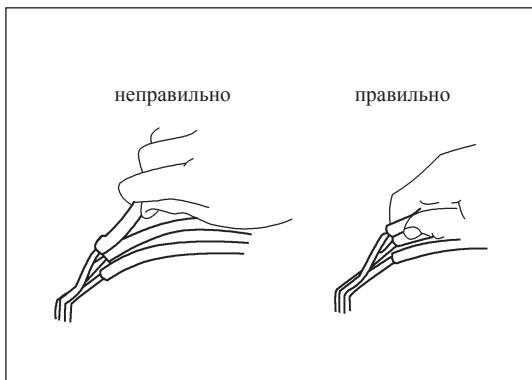

Рис. 1-3-4. Извлечение вакуумных трубок
- (1) Не имеющему специальной подготовки лицу запрещается снимать крышку открывать корпус электронного блока управления (ECU);
- (2) При извлечении вакуумной трубы необходимо держаться за ее контакт. Запрещается держаться за ее среднюю часть (см. рис. 1-3-4);